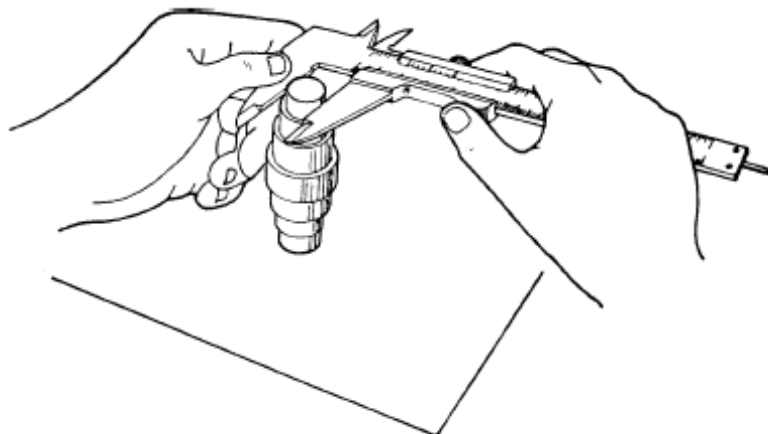

Fig.5
- f) Utilize a mão esquerda, para melhor sentir o plano de medição (fig.5).